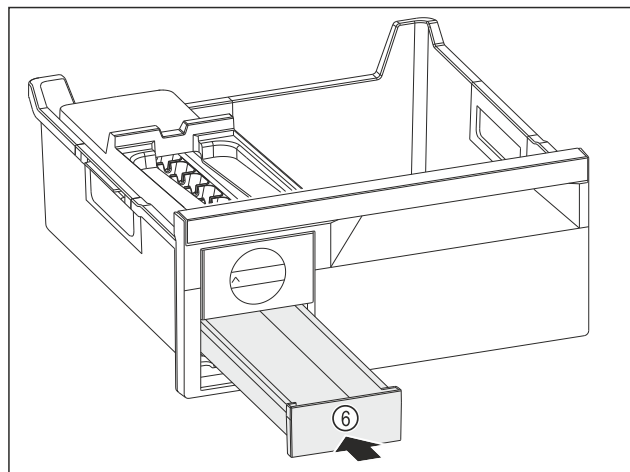

Fig. 247
- Вдвиньте выдвижной ящик для кубиков льда Fig. 247 (6).